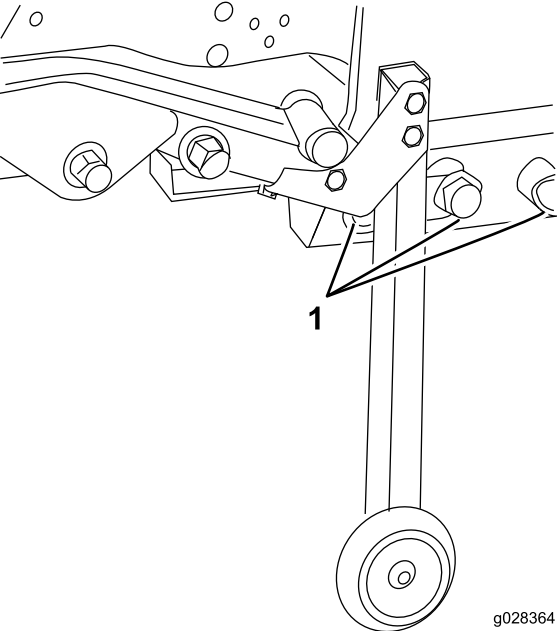
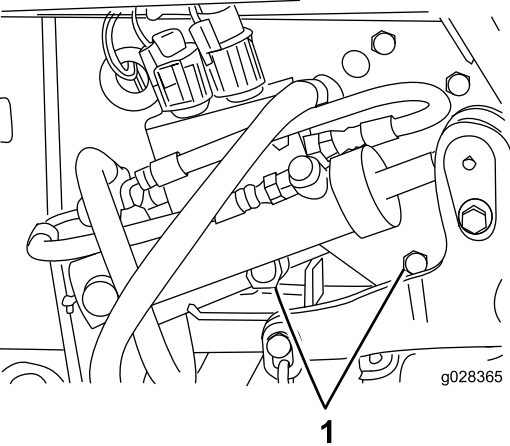

Figura 38
Figura 39
15. Retire con cuidado los pernos ($\frac{3}{4}$ "), las arandelas y las tuercas que sujetan el bastidor de la carcasa al bastidor trasero (3 en el lado izquierdo y 2 en el lado derecho) (Figura 38 y Figura 39).